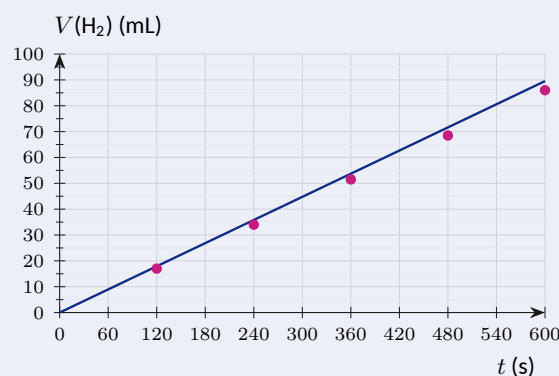

Figure 3 — Volume attendu (trait plein) et volumes mesurés (points)
- 1.9** Compléter la ligne 4 du programme. Calculer « à la main » la valeur affichée pour $t = 600$ s et vérifier qu'elle correspond au tracé de la figure 3.
- 1.12** Le dihydrogène est recueilli sur l'eau et l'expérience est menée à 20°C . Citer deux causes possibles de l'écart systématique visible sur la figure 3 et proposer, pour l'une d'elles, une amélioration du protocole.